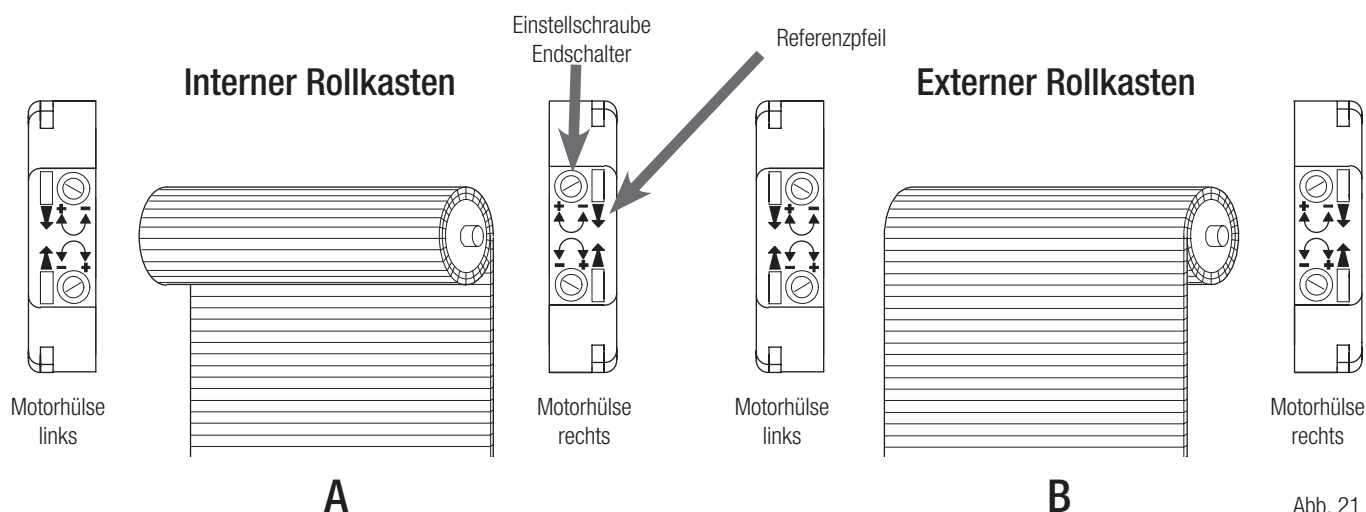

Abb. 21
9.2 KONFIGURATION MIT INTERNEM ROLLKASTEN (Abb. 21, Bez. A)
9.3 KONFIGURATION MIT EXTERNEM ROLLKASTEN (Abb. 21, Bez. B)